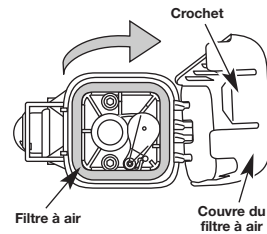
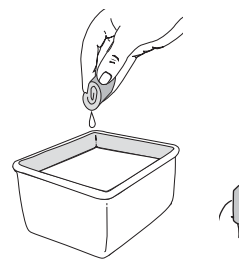

Fig. 21
Fig. 22
**REMARQUE :** Mesurez la quantité nécessaire à l'aide de la bouteille et de la buse utilisées lors de la mise en service. 90 ml (3,04 oz) correspond environ au haut de l'étiquette de la bouteille (Fig. 22). Vérifiez le niveau d'huile avec la jauge. S'il est trop bas, ajoutez un peu d'huile par l'orifice et revérifiez (Fig. 21). Ne remplissez pas trop.
- Ouvrez le couvercle du filtre à air. Enfonchez la languette située à droite du couvercle, tirez celui-ci vers vous pour le dégager du boîtier du filtre à air (Fig. 21).
- Retirez le filtre à air et l'écran derrière lui (Fig. 21).
- Lavez le filtre dans un mélange d'eau et de détergent (Fig. 22). Rincez le filtre abondamment et laissez-le sécher.
La vitesse de ralenti du moteur est réglable à l'aide d'une vis de réglage accessible par un trou situé sur le dessus du couvercle du moteur (Fig. 22).
- Relâchez le levier d'accélérateur et laissez le moteur au ralenti. Si le moteur s'arrête, insérez un petit tournevis à embout cruciforme ou à tête plate dans le trou du couvercle du moteur (Fig. 22). Vissez la vis de réglage du ralenti de 1/8 de tour à la fois (selon le besoin) jusqu'à ce que le moteur tourne au ralenti.